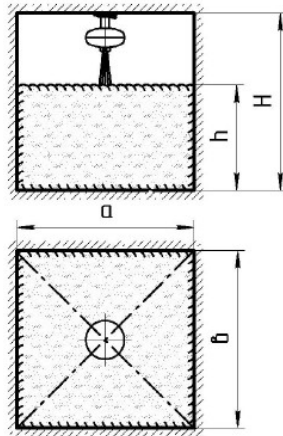
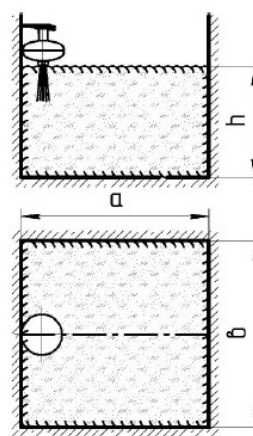

Figura 4
Figura 5
6.6 Aria de acoperire a jetului de pulbere și reprezentarea acesteia în zona focarului sunt prezentate în Figura 4 și în Tabelele 2 și 3 pentru MPP cu montaj pe tavan, respectiv în Figura 5 și în Tabelul 4 pentru MPP cu montaj pe perete.